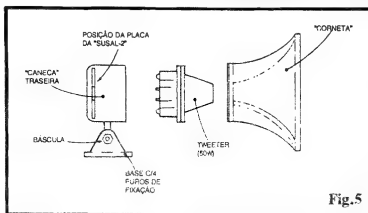

Fig. 5
- FIG. 5 - "DESMONTAGEM" E "RE-MONTAGEM" DO PROJETO, E INSTALAÇÃO DA PLACA DA SUSAL-2. - De posse do circuito montado e conferido (conforme ilustrações anteriores...), o Leitor/Hobbysta deve "desmontar" (no bom sentido...) a sua "corneta" (formada, basicamente, pela "caneca", o tweeter e o projetor, mais algumas peças estruturais, de fixação...) e desmontá-la, soltando os parafusos internos, "escondidos" dentro do projetor exponencial (são dois, visíveis junto à base do "bico" interno do projetor...).